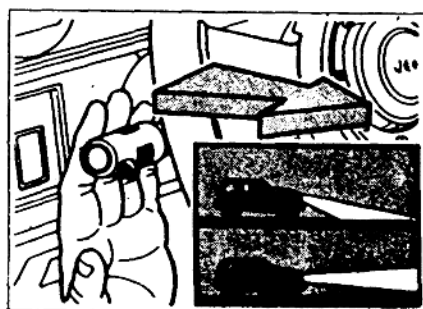

图 1-9 前照灯变光的控制
(4) 前照灯远近光的控制。当仪表板上灯光开关在最外 (C) 位置时,前照灯接通,此时把组合开关杆向里拉,前照灯由近光变为远光,或由远光变为近光。当灯光开关在最里 (A) 位置或中间 (B) 位置时,把组合开关杆向里移动时,前照灯亮,放松组合开关杆前照灯灭,如图 1-9 所示。